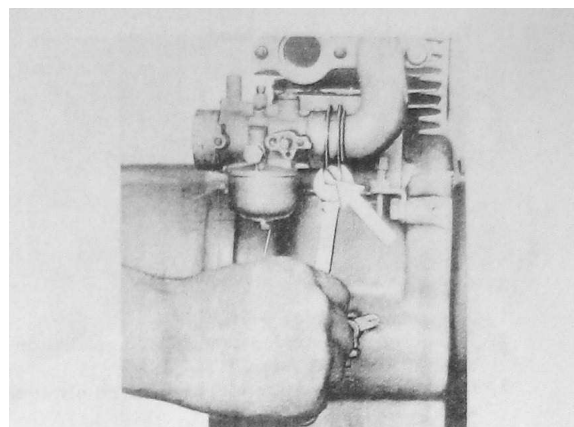

Fig. 8
1. Klemmschraube (Fig. 8) mit Schlüssel oder Schraubenzieher lösen.
1. Loosen clamp screw (Fig. 8) using a spanner or a screw driver.